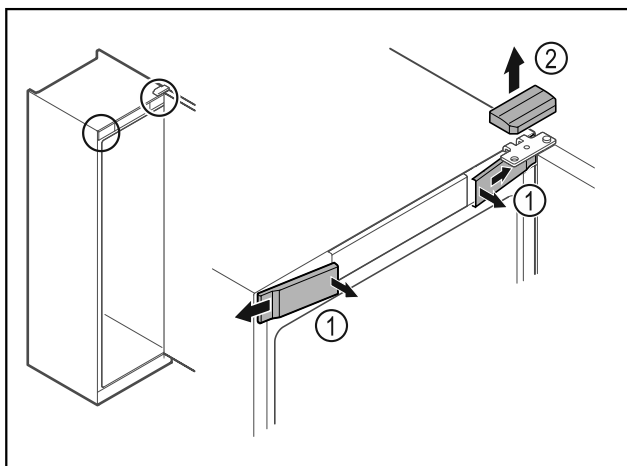

Fig. 11
- Odistite zvnútra predné kryty Fig. 11 (1) a odoberte ich do strany.
- Odoberte horný kryt Fig. 11 (2) nahor.